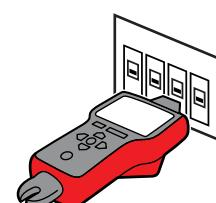

Abbildung 3.5b
- a) Das Gerät startet automatisch im 1-<Logo>-SCAN-Modus – siehe Abbildung 3.5b.